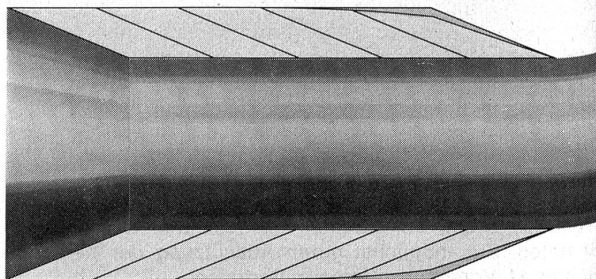

Abbildung 6 Auftragsfehler durch Summierung der Schichtdifferenzen bei Spannungszunahme
- die einzelnen Sektionen infolge Spannungsveränderung, z. B. bei abnehmendem Spulendurchmesser, nicht immer gleich auf die Trommel auftragen (Abbildung 6).